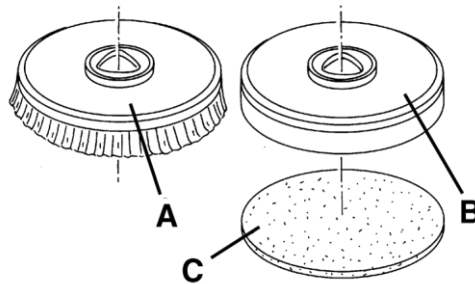

Abb. 3
1. An dem mit dem geeigneten Bürstenkopf vorgerüsteten Gerät können sowohl Bürsten (A, Abb. 3) als auch Padhalter mit Pads (C) montiert werden, je nach auszuführender Bodenbehandlung.
2. Drücken Sie den Schalter (66), um das Gerät zu starten.
3. Drehen Sie den Geschwindigkeitsregler (4) auf Leerlauf, indem Sie ihn gegen den Uhrzeigersinn drehen.
4. Bürsten (A) oder Padhalter (B) unter dem Bürstenkopf (18) positionieren.
5. Schalter (61) betätigen und Bürstenkopf auf die Bürsten/Padhalter absenken.
6. Zum Ankuppeln der Bürsten/Padhalter Bedienpult (3) nach vorne drücken und wieder loslassen. Falls erforderlich, wiederholen Sie den Vorgang, bis der Bürsten-/Pad-Halter aktiviert ist.
**Geschwindigkeitsregler (4) zur Einstellung der Mindestgeschwindigkeit des Geräts gegen den Uhrzeigersinn bis zum Anschlag drehen. Bedienpult (3) nicht bis zum Anschlag nach vorne drücken, da sich das Gerät sonst in Bewegung setzt.**
7. Zur Entfernung der Bürsten/Padhalter Schalter (61) betätigen und Bürstenkopf anheben. Danach Schalter (67) betätigen und warten, bis die Bürsten/Padhalter auf den Boden fallen.
8. Den Schalter (66) drücken und etwa eine Sekunde lang gedrückt halten, um das Gerät auszuschalten.